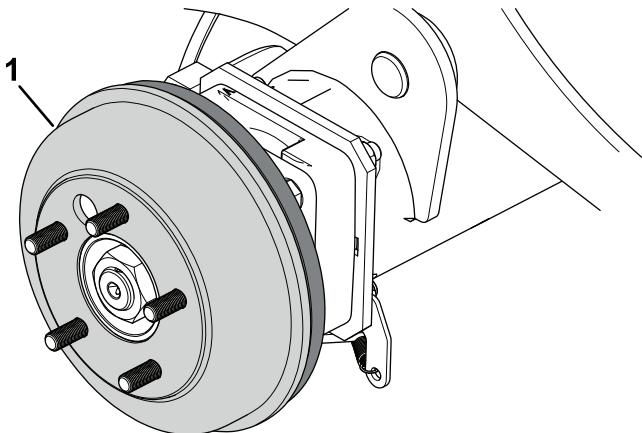

Figura 75
4. Îndepărtai manual tamburii de frână (Figura 75).